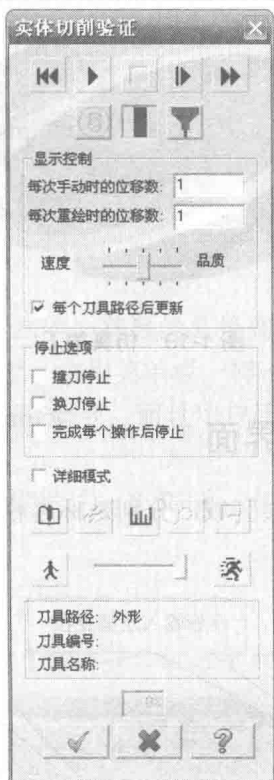

图 1-17 【实体切削验证】对话框
(2) 单击【模拟加工】按钮 ，出现【实体切削验证】对话框，如图 1-17 所示。